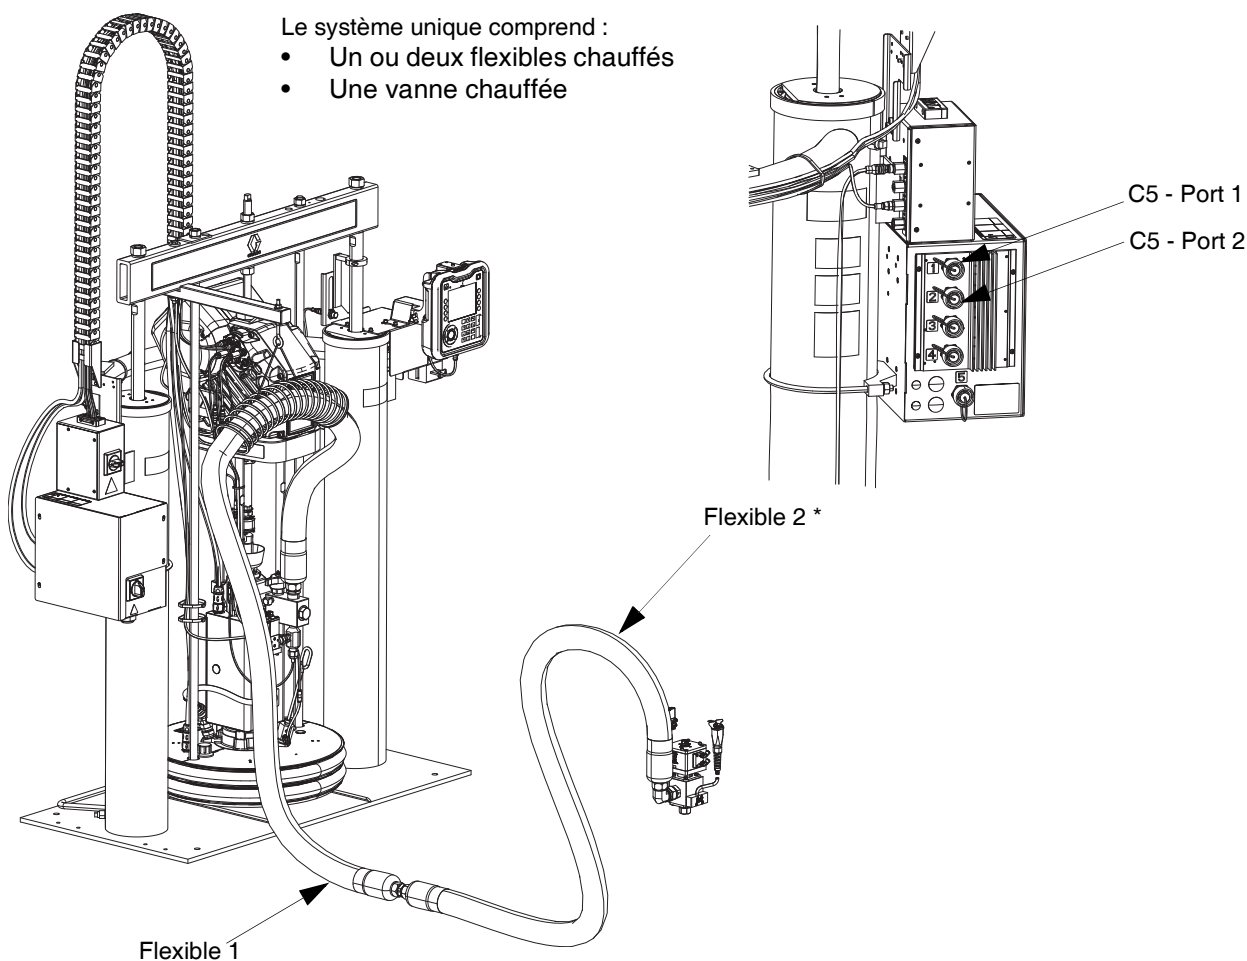

FIG. 25
- Vanne chauffée - Connexions électriques carrées du flexible 2 à la vanne de distribution axiale (B). Voir la FIG. 25.